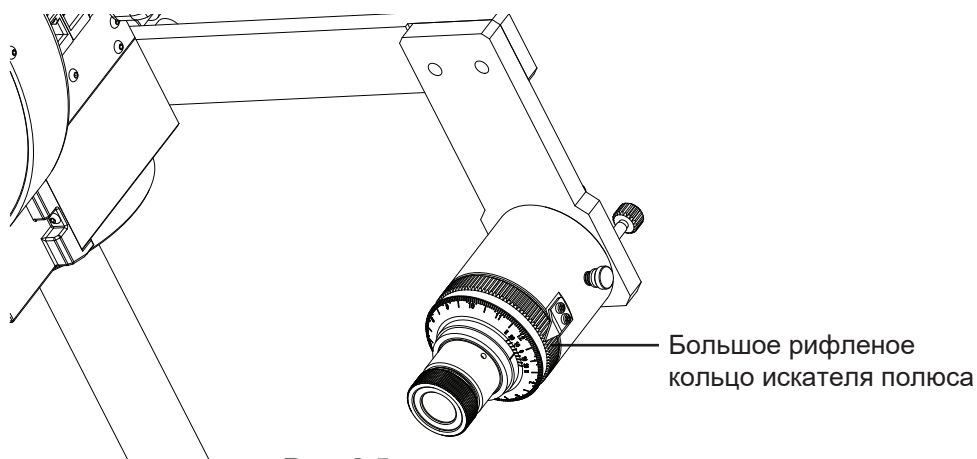

Рис. 2.5a
2. Поверните большое рифленое кольцо искателя полюса на пол-оборота (рис. 2.5a).